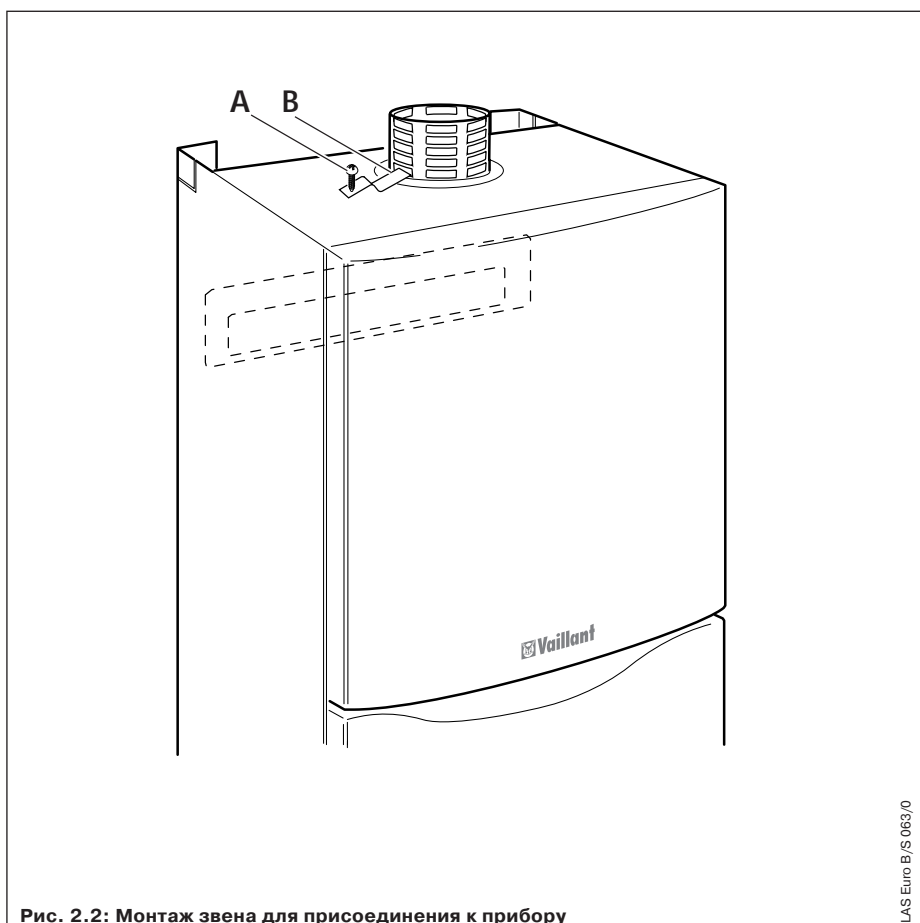

Рис. 2.2: Монтаж звена для присоединения к прибору
- Вставьте присоединительный патрубок (1) в патрубок отвода продуктов сгорания прибора и закрепите его согласно рис. 2.2 прилагаемыми винтами (A) и зажимами (B).
- Вставьте конденсатоотводчик (2) в присоединительный патрубок (1).
- Вставьте шланг (3) в отверстие для стока конденсата присоединительного патрубка и закрепите переход хомутом (4).
- Закрепите сифон (5) на стене. Длины шланга хватает для закрепления под прибором.
- Присоедините шланг (3) к сифону.